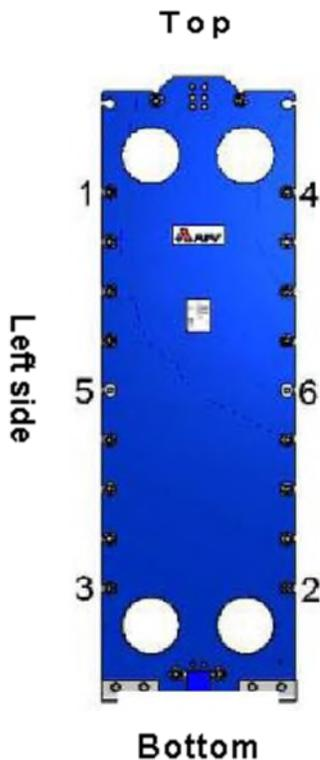

Figura 41: Enumeración de la barra de apriete
- 1) Confirme que se han completado los pasos de instalación de las placas (sección 9.4) e instalación de las barras de apriete (sección 9.5). Instale las barras de apriete 1 a 4 cuando la distancia entre las barras de apriete 1 y 3 sea inferior a 1200mm (4 pies) o instale las barras de apriete 1 a 6 cuando la distancia entre las barras de apriete 1 y 3 sea superior a 1200mm (4 pies) (**Figura 41**).